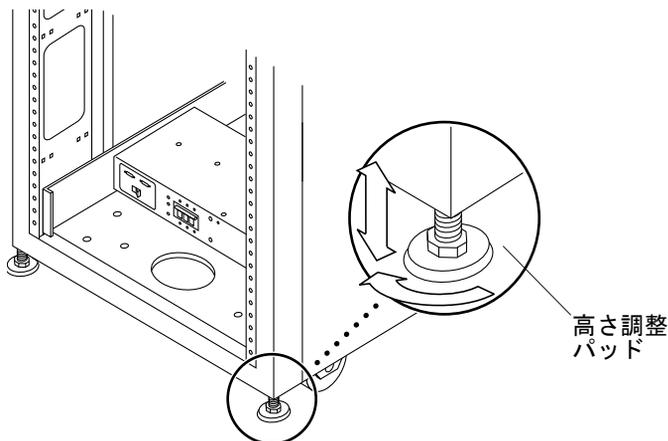

図 2-1 高さ調整パッド
高さ調整パッド (ネジ) は、キャビネットの基部の四隅にあります (図 2-1)。
- 高さ調整レンチを使って、キャビネットの枠の4個の高さ調整パッドを調節します(図 2-1)。